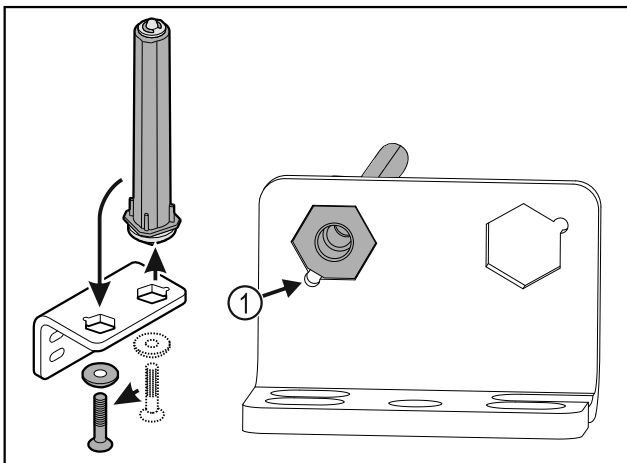

Fig. 19
- ▶ Звертати увагу на те, щоб при вставці нахил пальця Fig. 19 (1) показував на круглий отвір.